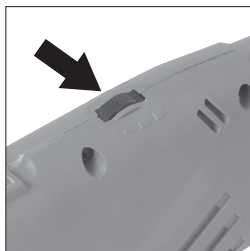

Fig. 10
- Le cadran de commande de vitesse (**Fig. 10**) est situé à l'avant de l'interrupteur « MARCHE/ARRÊT ». Faites tourner ce cadran de commande pour changer la vitesse du moteur.